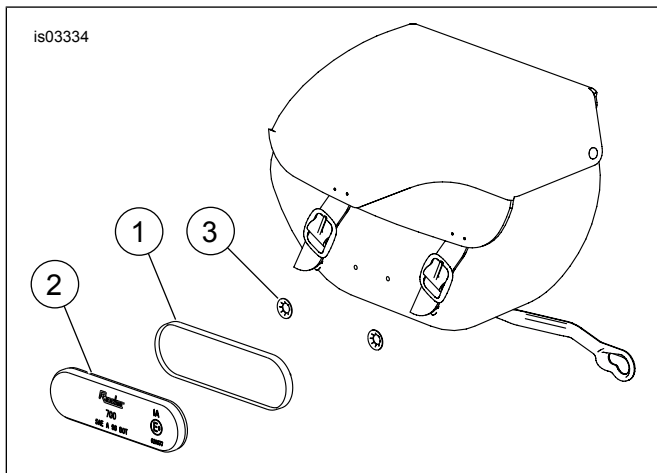

Figure 6. Installer les réflecteurs
1. Voir Figure 6 . Positionner la monture du réflecteur (1) au centre de la sacoche.